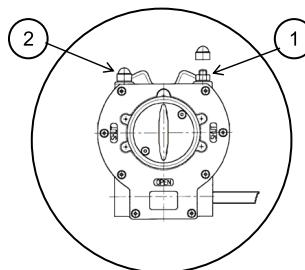

Рис.1 Кран с установленным редуктором
1.3 Установите редуктор в положение «открыто»- указатель положения редуктора должен указывать на положение OPEN (открыто) см.рис.1.
1.10.1 Снять защитный колпачок с контр-гайки упора-ограничителя. Открутить упор-ограничитель 1 и 2 (см. рис.1).